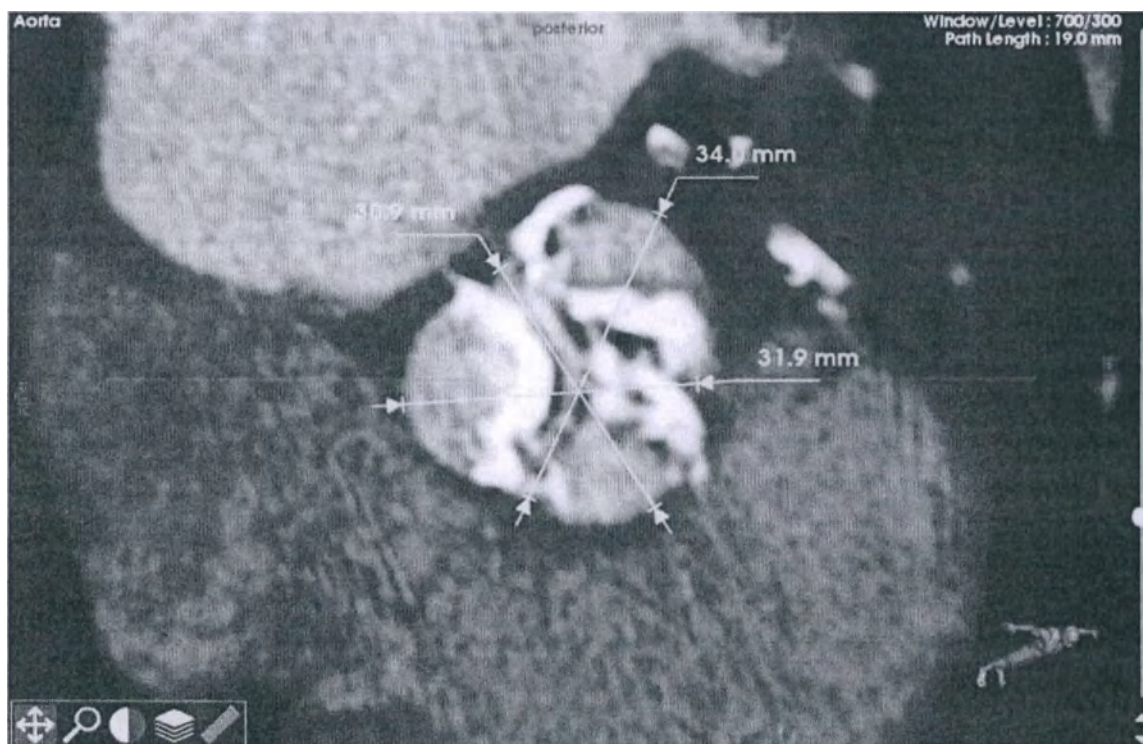

Рисунок 6: Диаметры Вальсальвы
- Перетащите желтые стрелки для настройки измерений (Рисунок 6).